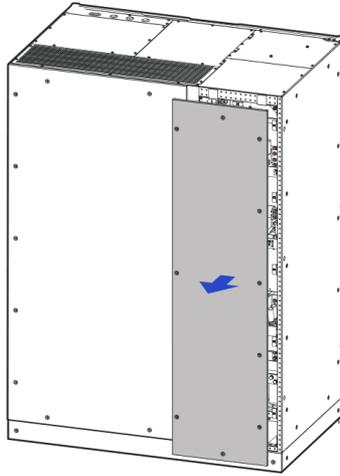

Figura 3-26 Retiro de la cubuerta del cableado del UPS-IND HF 13500 y 13600
1. Utilice el desarmador de cruz para retirar los tornillos del bloque de conexiones y retire las cubiertas de cableado, como se muestra en la figura 3-26.